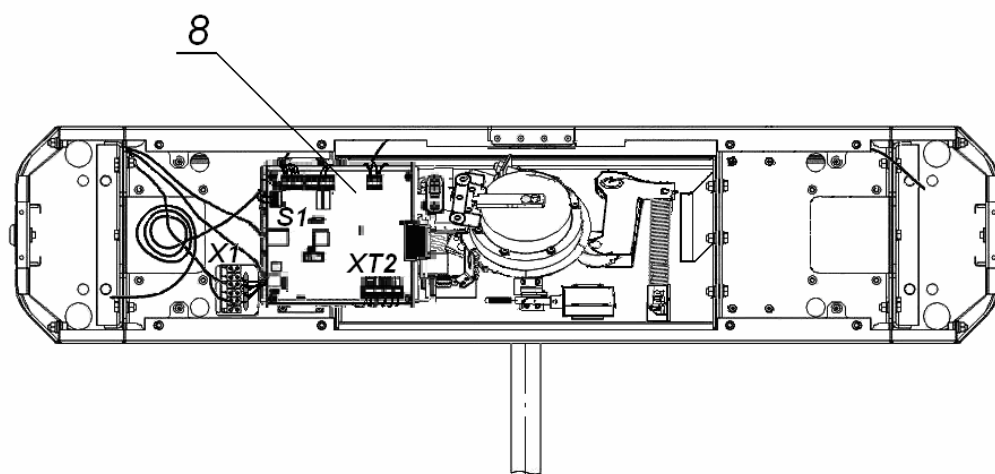
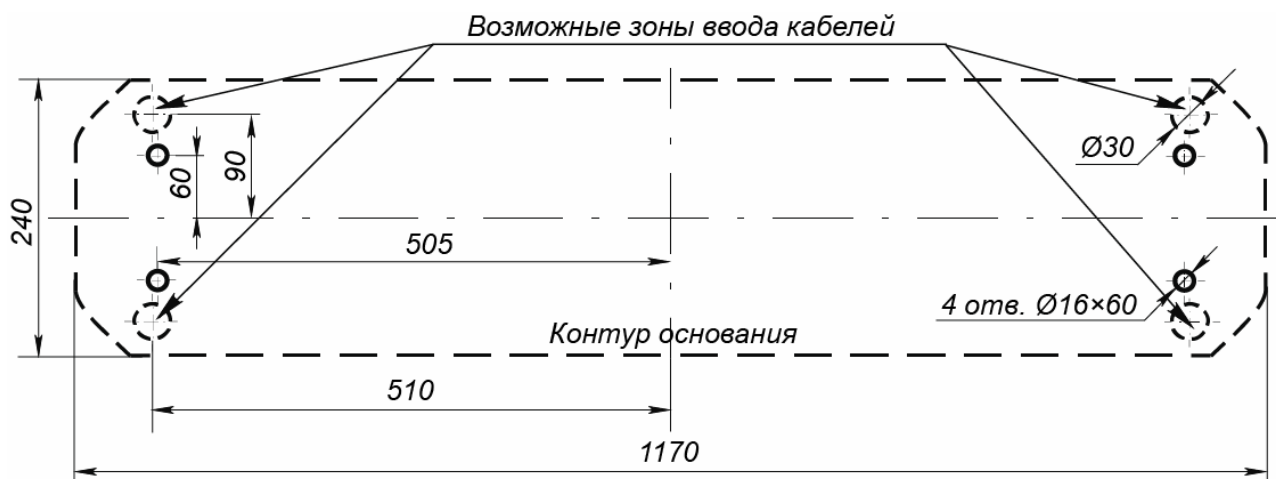

Рисунок 10. Схема прокладки кабелей в стойке ЭП:
Рисунок 11. Схема разметки для установки стойки ЭП
- 3 Подготовьте в полу отверстия под гильзы анкеров для крепления стойки ЭП (см. рис. 11).
5. При необходимости прокладки кабелей под поверхностью пола подготовьте в полу кабельный канал, подходящий к одной из зон подводки кабелей, указанных на рис. 11 для ввода кабелей в стойку ЭП.
11. Снимите крышку ЭП (3), отвернув ключом установочный винт (19). Порядок снятия крышки указан в разд. 6.
12. Протяните кабели внутри стойки. Рекомендуемое расположение кабелей при прокладке внутри стойки показано на рис. 10.
16. Выполните заземление стойки ЭП в соответствии с требованиями ПУЭ («Правила устройства электроустановок»). Контакт заземления **Z3** (см. рис. 10) находится за боковой заглушкой (9) стойки. Для крепления кабеля заземления на контакте используйте гайку М4.
17. Подключите кабель *Ethernet* (16) к разъему **S1** на плате контроллера ЭП.
20. После подключения всех кабелей и закрепления стойки на полу установите на место крышку (3) и заглушки стойки в порядке, обратном снятию.